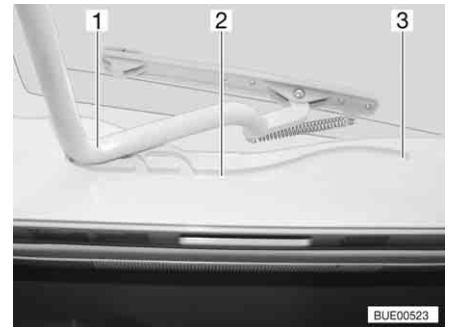

Bild 59 Heki-taklucka, spår
- Dra in bygel (Bild 59,1) i spåret (Bild 59,2) till den bakersta positionen (Bild 59,3).
- Tryck bygel (Bild 59,1) lätt uppåt med båda händerna.
- Drag bygeln till önskad position i spåret (Bild 59,2).